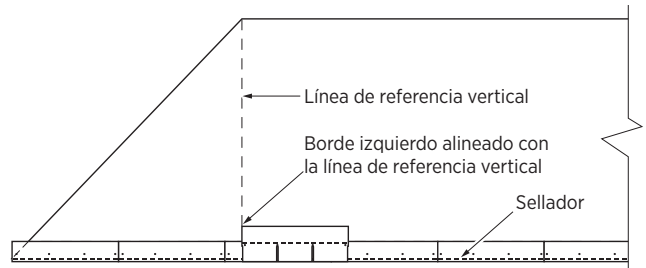

Figura 9-2: Instalación de la primera teja de la primera hilera con el borde izquierdo alineado con la línea de referencia vertical
1. Instale la primera teja de la primera hilera con el borde izquierdo alineado con la línea de referencia vertical (consulte la Figura 9-2).
3. Instale las hileras iniciales como se indica en las instrucciones de aplicación de la teja que se aplica. Superponga la línea de referencia vertical, por la porción de la longitud de la mitad de la lengüeta de la teja en vez de cortarla. La hilera inicial se debe extender a la longitud completa de los aleros (Figura 9-2).